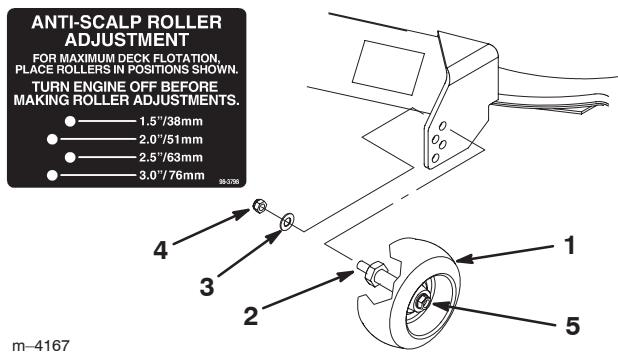

Figure 12
- Lorsque la hauteur de coupe est réglée, enlevez l'écrou et la rondelle tout en maintenant le goujon avec une clé (Fig. 12).
Remarque : N'enlevez pas l'écrou et la rondelle de la roue (Fig. 12).
- Choisissez le trou pour que la roue de jauge se trouve le plus près possible de la hauteur de coupe correspondante voulue (Fig. 12).
- Remettez l'écrou et la rondelle sur le goujon (Fig. 12).